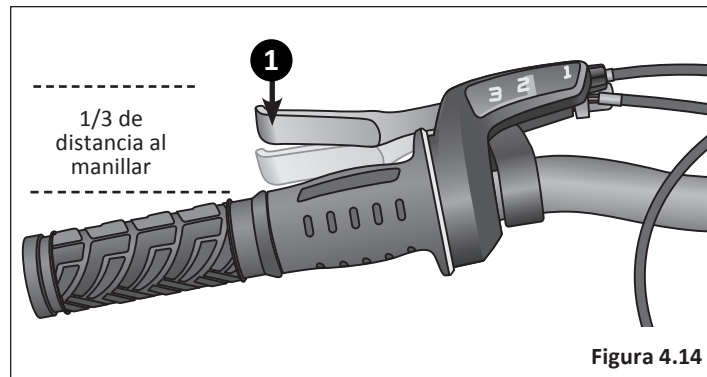

Figura 4.14
- ➊ Después de ajustar el freno, apriete la maneta de freno lo mismo tan fuerte como pueda varias veces y vuelva a inspeccionar las zapatas del freno, el centrado y el recorrido de la maneta de freno. Si las zapatas del freno ya no están a escuadra con el rin, repita los ajustes de la zapata de freno. **Figura 4.14**